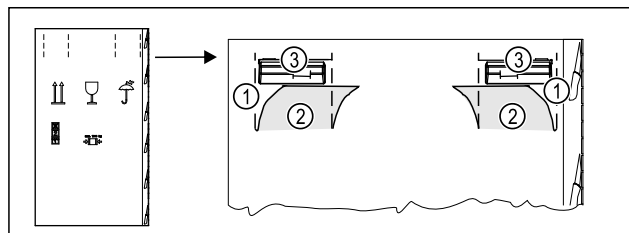

Fig. 5
- Fent, a perforálásnál Fig. 5 (1) nyomja be a csomagoló kartont.
- Húzza ki a benyomott füleket Fig. 5 (2).
- A jobb és a bal oldalon látható a hordfogantyú Fig. 5 (3).
- Tartsa meg a készüléket a hordfogantyúknál Fig. 5 (3).